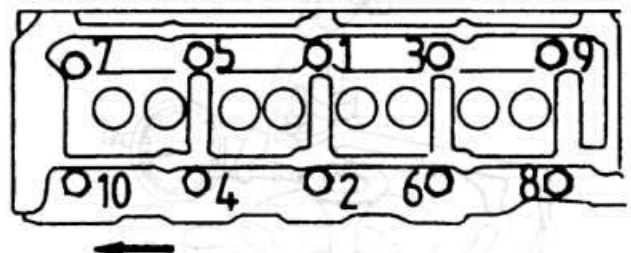

Рис. 2.68
- ♦ Для крепления головки блока нужно использовать исключительно новые болты. Болты необходимо затянуть в очередности, показанной на рис. 2.68.